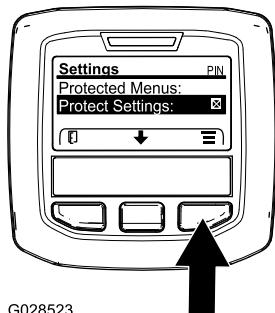

Bild 42
1. Greifen Sie auf die geschützten Menüs zu und entsperren Sie das Untermenü „geschützte Einstellungen“ (Bild 42), siehe Zugreifen auf die geschützten Menüs \(Seite 35\).